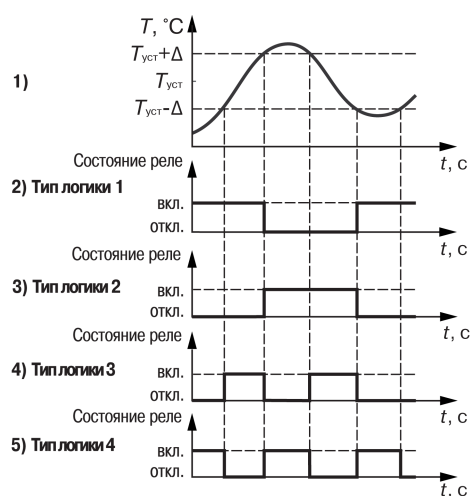

Рисунок 7.3 – Типы логики
- **Тип логики 1 «Прямой гистерезис»** (рисунок 7.3, график 2) используется для сигнализации о достижении контролируемым параметром значения ниже заданной границы. Выходное реле «Авария объекта» включается при температурах $T < T_{уст} - \Delta$, а выключается при $T > T_{уст} + \Delta$, где T – измеренное значение температуры; $T_{уст}$ – заданное значение уставки; Δ – заданное значение гистерезиса. Наличие гистерезиса между точками включения и выключения обеспечивает уверенное (без «дребезга») срабатывание релейных коммутационных устройств и сбережение их ресурса.
- **Тип логики 2 «Обратный гистерезис»** (рисунок 7.3, график 3) используется для сигнализации о превышении параметром заданной границы. Выходное реле включается при температурах ($T > T_{уст} + \Delta$), а выключается при ($T < T_{уст} - \Delta$).
- **Тип логики 3 «П-образная»** (рисунок 7.3, график 4) применяется для сигнализации о нахождении температуры в заданных границах. Выходное реле включается при температурах ($T_{уст} - \Delta < T < T_{уст} + \Delta$).
- **Тип логики 4 «У-образная»** (рисунок 7.3, график 5) применяется для сигнализации о выходе температуры за заданные границы. Выходное реле включается при температурах ($T < T_{уст} - \Delta$) или ($T > T_{уст} + \Delta$).